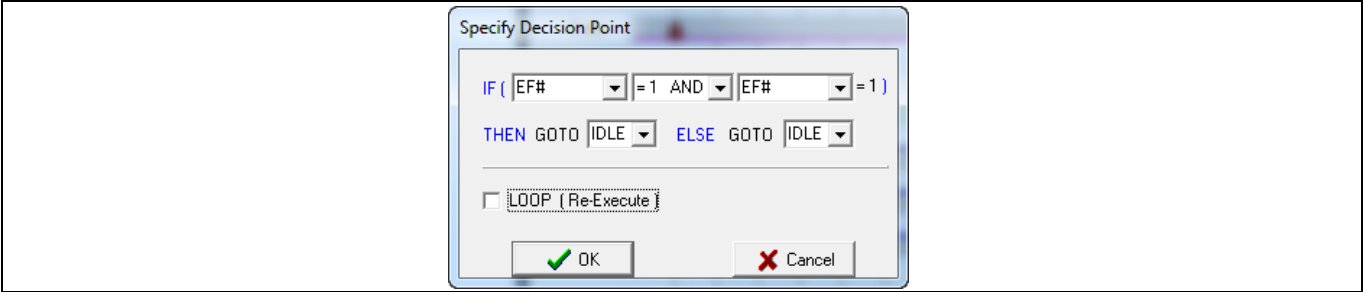
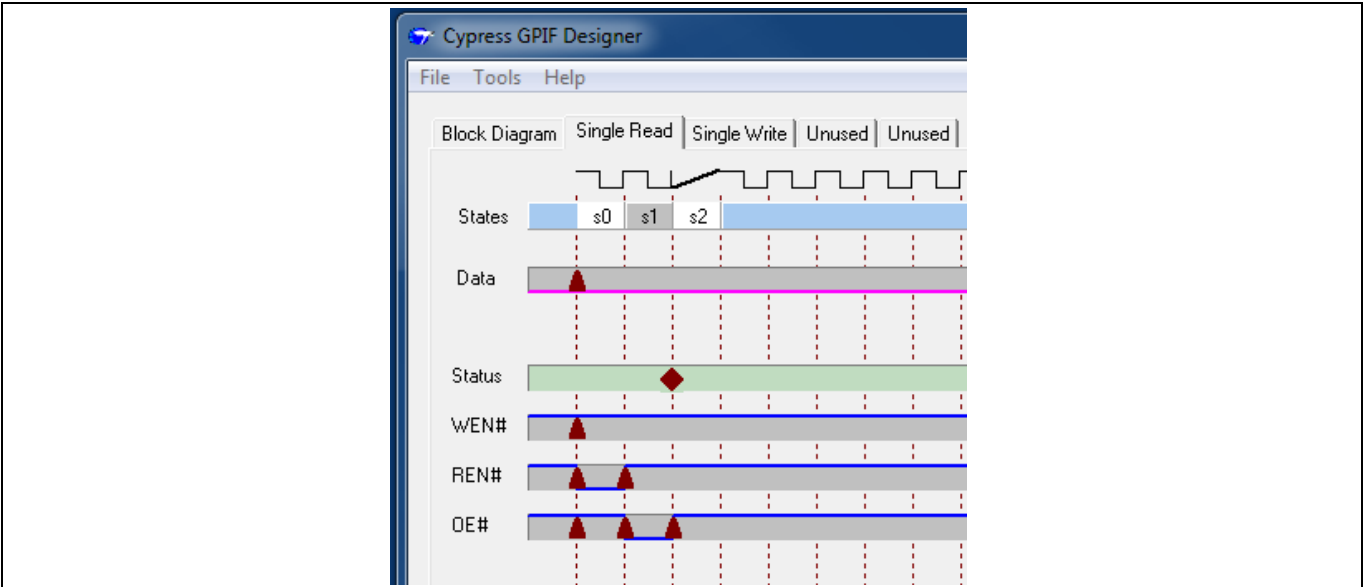

Figure 49 无条件转换到闲置状态
Figure 50 添加了状态 s2
4. 通过点击时钟终端 s1 上的状态带来添加一个决策点 (DP) 状态。从而创建状态 S2，并会弹出 “Specify Decision Point” 对话框。按照 **Figure 49** 配置该决策点，为了无条件转换到闲置状态。这时，波形如 **Figure 50** 所示。